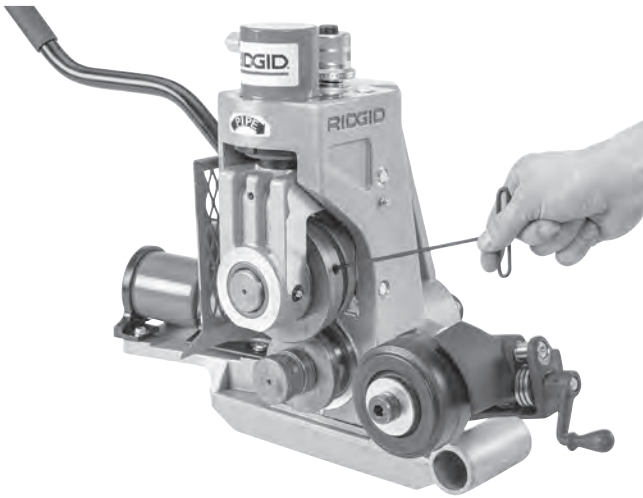
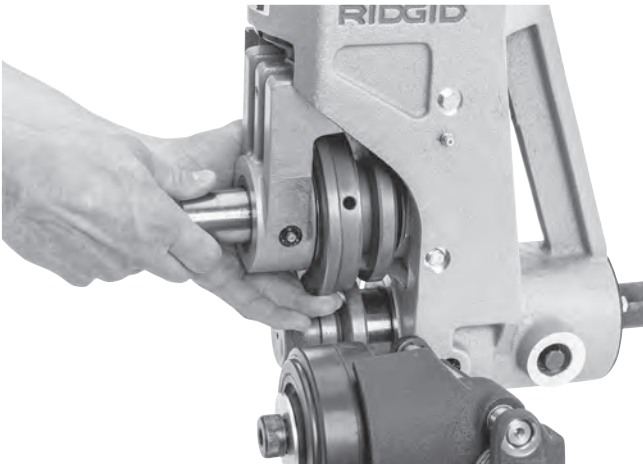

Abbildung 24 - Lösen der Stellschraube der Nutrolle
Abbildung 25 - Haltewelle und Nutrolle ausbauen
3. Lösen Sie die Stellschraube der Nutrolle (Abbildung 24). Greifen Sie die Nutrolle und entfernen Sie die obere Welle und die Nutrolle aus dem Rollnutgerät (Abbildung 25).